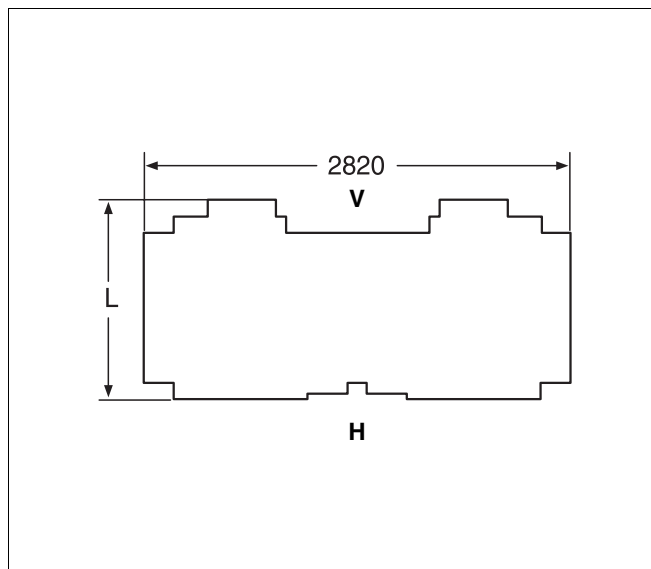

Fig. 32 Isolasjon
- Isolasjonen som følger med passer til kjelens størrelse (tab. 1). Isolasjonen skal plasseres på kjelblokken som vist i fig. 32.